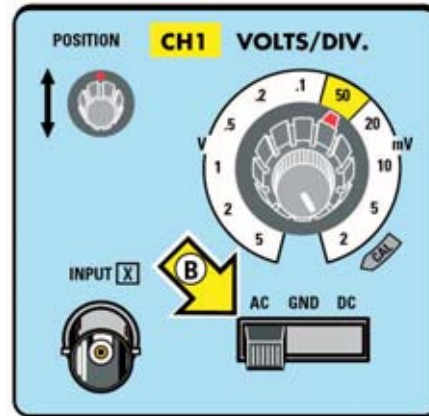

Fig.2 El selector Volts/Div. de CH1 ha de ajustarse a 50 milivoltios y la palanca AC-GND-DC ha de posicionarse en AC (ver flecha indicadora).
- Ajustar el selector Volts/Div. del canal CH1 a 50 milivolt/Div. (ver Fig.2) y poner el selector AC-GND-DC del canal CH1 en la posición AC (ver flecha B).
Nosotros hemos seleccionado para el control **Volts/Div.** del canal **CH1** un valor de **50 milivoltios** (ver Fig.2) porque, incluso los modelos más básicos de **Generadores RF**, pueden proporcionar perfectamente una señal con una amplitud **400-500 milivoltios**.